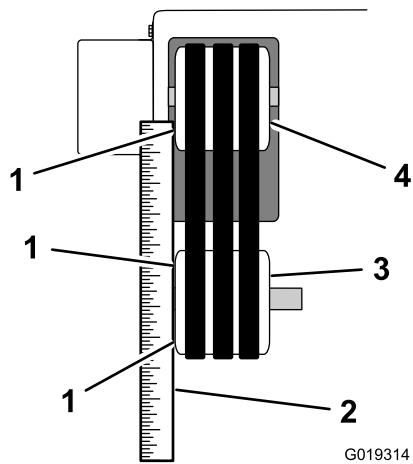

Figure 55
- Placez une règle droite en travers de la face de la poulie d'arbre d'entraînement et de la poulie d'arbre de lame. Les deux poulies doivent être alignées et de niveau avec la règle droite (Figure 55).
- C. Avec une massette, tapez la poulie vers la gauche ou la droite le long de l'arbre d'entraînement jusqu'à ce que la poulie d'arbre d'entraînement et la poulie d'arbre de lame soient alignées sur la règle droite (Figure 55).